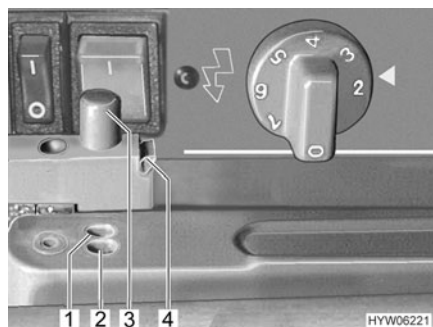

Fig. 132 Blocage de la porte du réfrigérateur (Dometic Série 4 avec bouton-poussoir)
- Libérer le dispositif de blocage en exerçant une pression latérale sur la cale de sécurité verte (Fig. 132,4). La goupille de blocage (Fig. 132,3) sort de son logement.
- Enfoncer la goupille de blocage (Fig. 132,3), de telle sorte qu'elle s'enclenche dans le trou extérieur (Fig. 132,2).
- Enfoncer la goupille de blocage (Fig. 132,3), de telle sorte qu'elle s'enclenche dans le trou intérieur (Fig. 132,1). La porte du réfrigérateur reste ainsi légèrement ouverte.